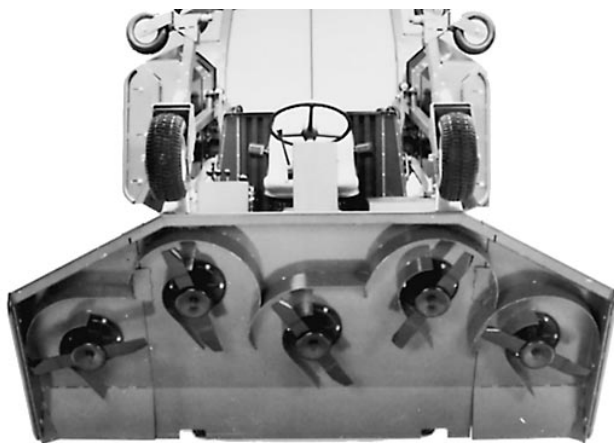

Figure 56
Note : bien que ce ne soit pas nécessaire pour l'entretien courant, il est possible de faire pivoter (incliner) l'unité de coupe avant pour la redresser complètement (Fig. 56). Pour ce faire :
6. Se faire aider par une autre personne pour incliner l'unité de coupe. Saisir l'avant de l'unité et la soulever pour la redresser (Fig. 56).